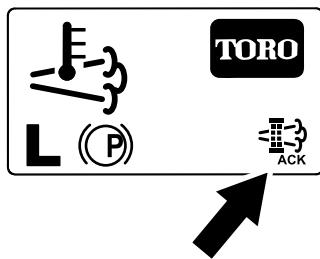

Figura 57
8. El InfoCenter muestra la página de inicio y el ícono de reconocimiento de regeneración (Figura 57) aparece en la esquina inferior derecha de la pantalla mientras se procesa la regeneración.